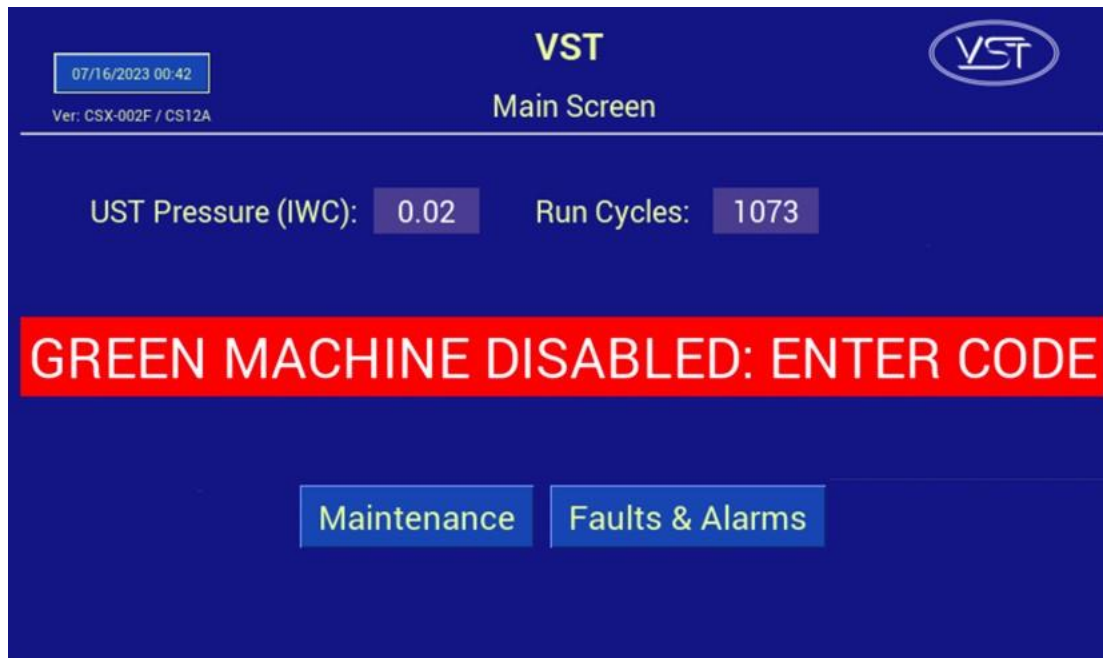

Figura 3-1: Pantalla principal con GREEN MACHINE DISABLED: ENTER CODE
- Después de la instalación y alimentación de energía del panel de control VST, **Figura 3-1** éste muestra la pantalla principal con la etiqueta **GM DISABLED– ENTER CODE**, que se analizará más adelante en este capítulo.